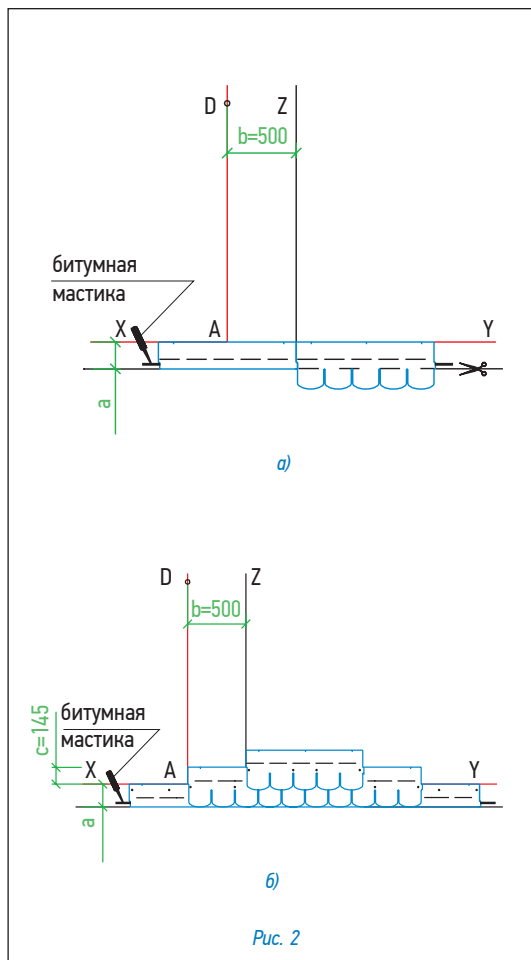

Рис. 2
Укладка материала (рис. 2)
- Начальный ряд формируется из специальной коньково-карнизной черепицы, либо из листов черепицы обрезанных по линии образованной конечными точками вырезов. Элементы начального ряда укладываются по линии карниза в обе стороны от линии Z (рис. 2а) и фиксируются по нижнему краю битумной мастикой, а по верхней кромке 4 гвоздями (ось гвоздей на 5 см ниже верхнего края полосы).
- далее первый ряд черепицы укладывается от линии AD (рис. 2б);
- второй ряд укладывается от линии Z (со смещением 50 см от AD) (рис. 2б);
Каждый лист черепицы крепится 4 гвоздями в штатных местах (ось гвоздей на линии битумных клеевых полос) таким образом, чтобы гвоздь прошивал и верхний край нижележащего листа черепицы (рис. 2б).